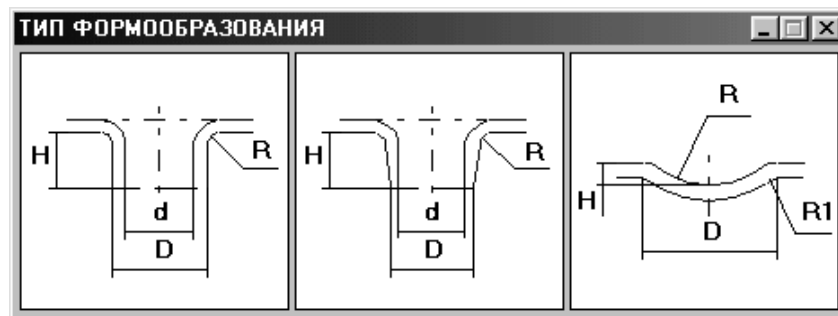

Рисунок 1.37 – Слайдове меню «Тип формоутворення»
- зі слайдового меню (рис. 1.37) виберіть тип формоутворення. У системі КОМПАС-ШТАМП можна побудувати наступні типи профілю: відбортуння без потоншення стінок; відбортуння з потоншенням стінок, пуклівка;